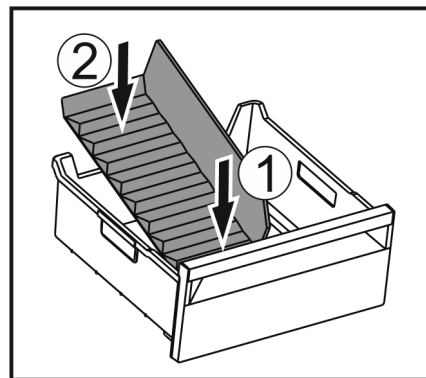

Fig. 61
- Vložte oddelovač najskôr vpredu Fig. 61 (1).
- Spustite nadol zadnú časť Fig. 61 (2).